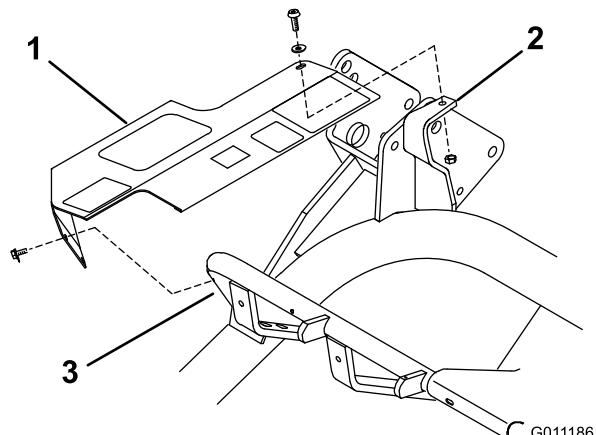

Figura 7
1. Allineate i fori di montaggio della copertura ai fori presenti sul tubo del telaio e sulla staffa (Figura 7).
2. Fissate, senza serrare, la parte posteriore della copertura alla parte superiore della staffa di montaggio con una vite a brugola (1/4 x 3/4 pollici), una rondella (1/4 pollice) e un dado di bloccaggio (1/4 pollice) (Figura 7).
3. Fissate, senza serrare, la parte anteriore della copertura al tubo del telaio con due viti autofilettanti (Figura 7). Serrate tutti gli elementi di fissaggio della copertura.